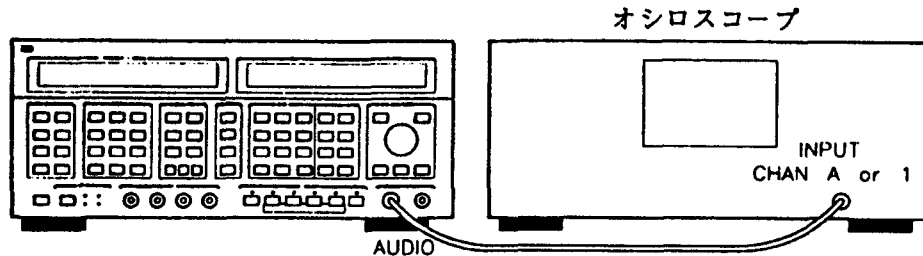

図 F-1. クイック・デモンストレーションを行うためのセットアップ
1. 図 F-1に示すようにオシロスコープを信号発生器に接続してください。各機器の電源を入れ、以下の設定を行ってください。